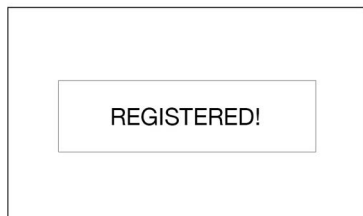

Рис. 17
5. После успешной регистрации раздаточного клапана с расходомером в программном обеспечении Pulse Fluid Management на экране должна отображаться надпись REGISTERED (ЗАРЕГИСТРИРОВАНО) (Рис. 17). Затем на экране появится МЕНЮ УТИЛИТ.